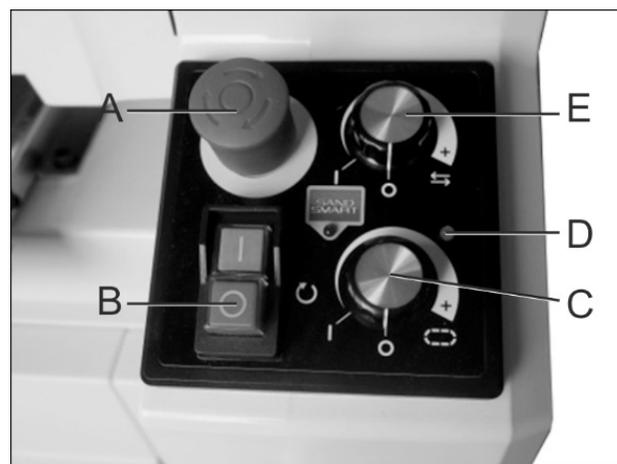

Рис. 9-1: панель управления
2. Сбросьте аварийный выключатель, повернув красную кнопку по часовой стрелке или потянув за нее (А, Рис. 9-1).
**Примечание:** если перед запуском двигателя регулятор скорости движения транспортерной ленты не установлен в положение ВЫКЛ. (OFF), то будет мигать индикаторная лампочка (D, рис. 9-1). Такая система оповещения помогает предотвратить непреднамеренный запуск транспортерной ленты. Если двигатель транспортера не работает, переведите регулятор (С, рис. 9-1) в положение ВЫКЛ. (OFF) и повторно установите скорость движения ленты.
Шлифовальный станок можно использовать как при зафиксированном в осевом направлении барабане, так и в режиме осцилляции. Верхний регулятор (Е, рис. 9-1) активирует режим осцилляции.